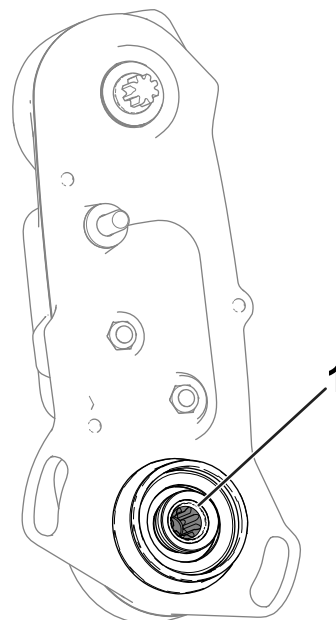

Figure 13
3. Assurez-vous qu'il reste de la graisse dans l'arbre d'entraînement du cylindre (Figure 13).